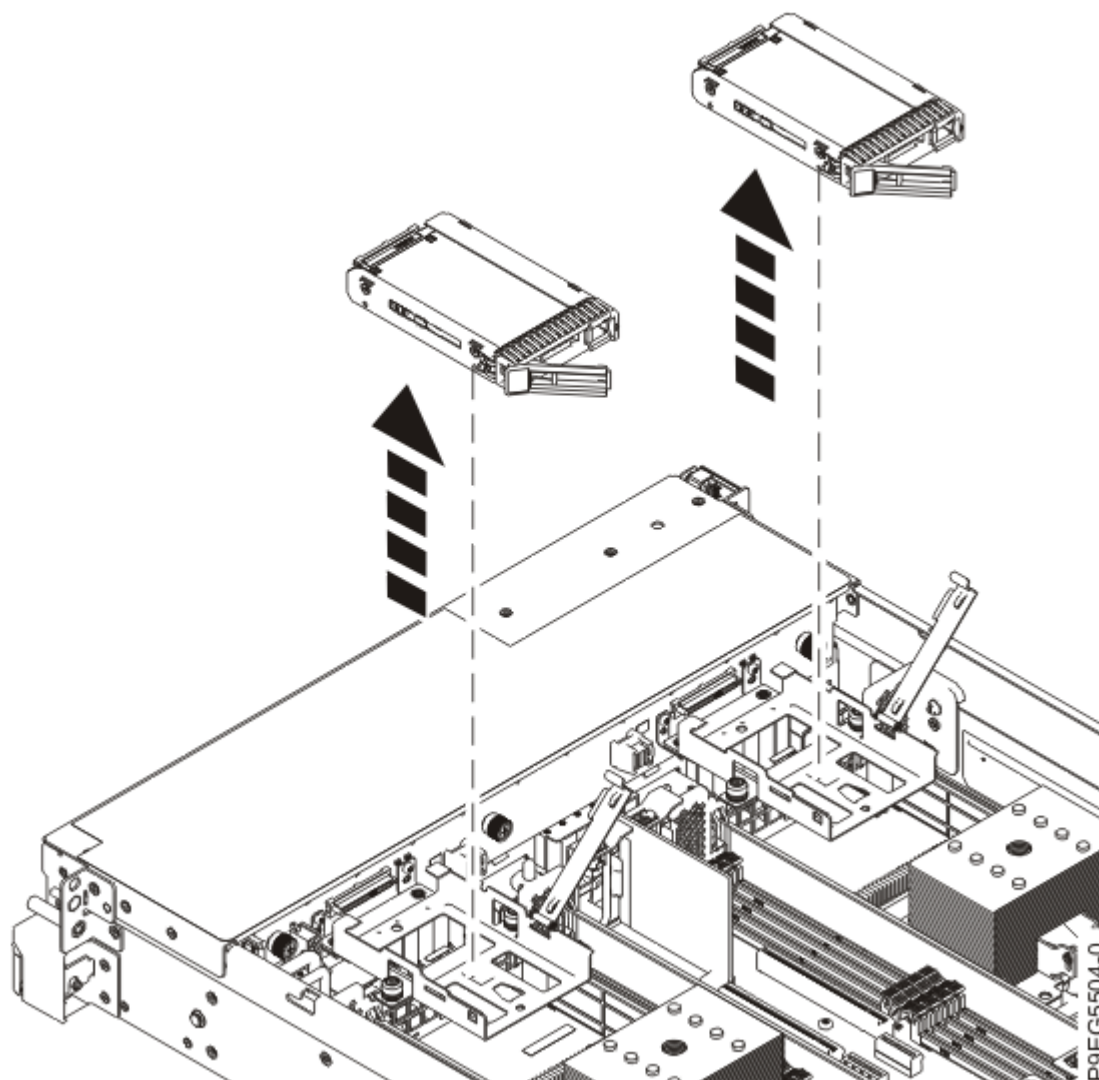

図 8. ドライブを持ち上げる
- d) ドライブをシステムから持ち上げます (10 ページの図 8 を参照)。